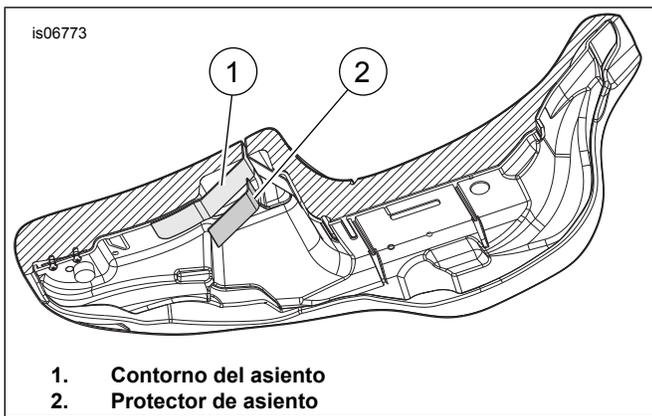

Figura 4. Parte inferior del asiento
13. Figura 4 Tome nota de la forma de la superficie que el protector del asiento (2) cubrirá y con cuidado dele forma al protector para que se ajuste mejor a los contornos del asiento (1).